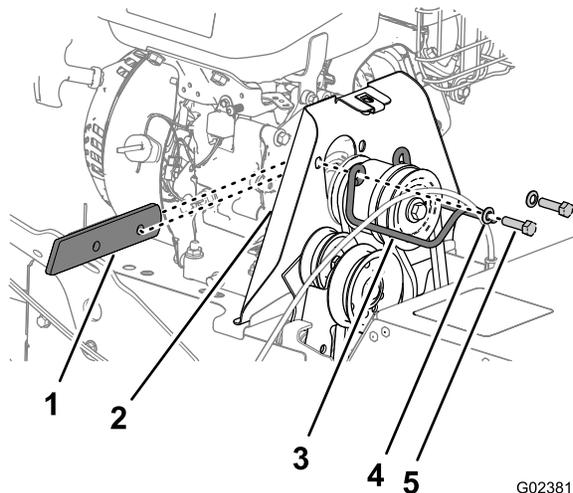

Figure 39
2. Retirez les 2 boulons et les 2 rondelles qui fixent le guide de courroie de la machine, et déposez le guide et l'entretoise (Figure 39).
4. Intercalez l'entretoise entre le moteur et la protection de la poulie, et alignez les trous de l'entretoise, du moteur et de la protection (Figure 39).
5. Fixez le guide de poulie à la machine au moyen des boulons et rondelles (Figure 39) que vous avez retirés à l'opération 2 de la section Dépose de la courroie d'entraînement du balai (page 28).